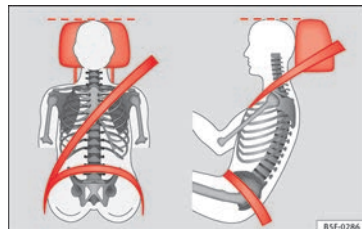

Fig. 94 Apoyacabezas ajustado correctamente visto de frente y lateralmente.
– Ajuste el apoyacabezas de modo que el borde superior quede, en la medida de lo posible, a la altura de la parte superior de la cabeza, como mínimo a la altura de los ojos » » » **fig. 94.**